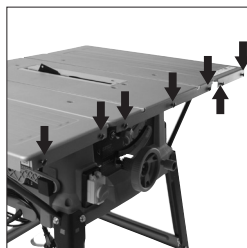

Abb. 11
- Befestigen Sie die sieben Schlossschrauben **(P)** in den sieben Bohrungen der Maschine (zwei in jedem Profil und drei im Hauptaluminiumtisch) mit Scheiben **(O)**. Nur handfest anziehen **(Abb. 11)**